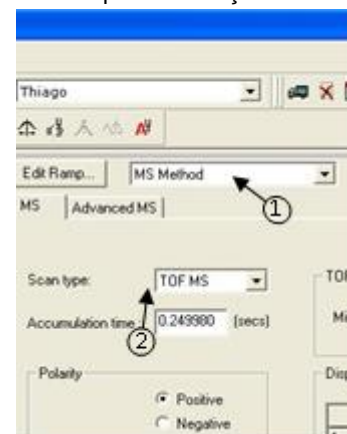

Figura 2. Caixa para seleção de experimento de MS.
- 1.1.9. Da lista de *Scan type*, selecione *TOF MS* (Figura 2).